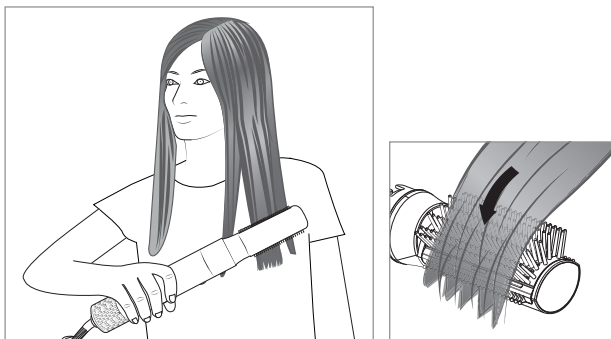

Fig. 8
- 4) Placez la brosse mi-ronde ⑫ à la racine et tirez-la vers le bas jusqu'aux pointes des cheveux, comme avec une brosse traditionnelle (voir fig. 8).